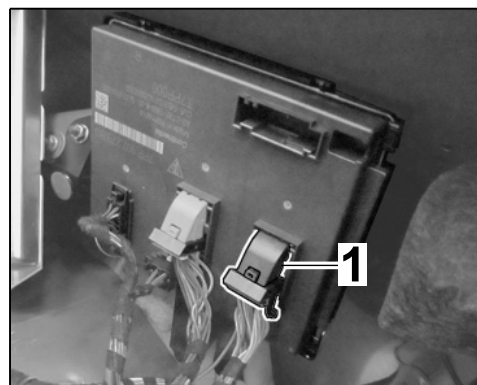

Рис. 18
- 2.4.5 Выполнить электрическое штекерное соединение к блоку управления электроники задней части кузова (⇒ Рис. 18, ⇒ Руководство по ремонту '578919 Демонтаж и монтаж блока управления электроники задней части кузова').